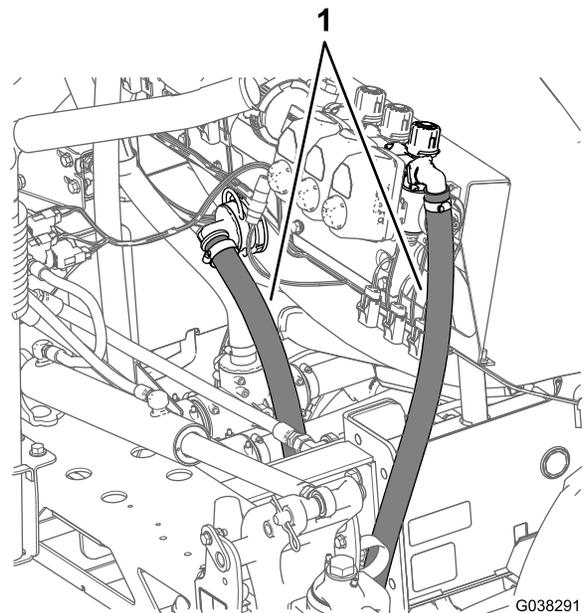

Bild 78
2. Verlegen Sie den Abschnittüberlaufschlauch um den rechten Rahmenkanal zum Schottanschlussstück im Sprühbehälter, wie in Bild 78 abgebildet.